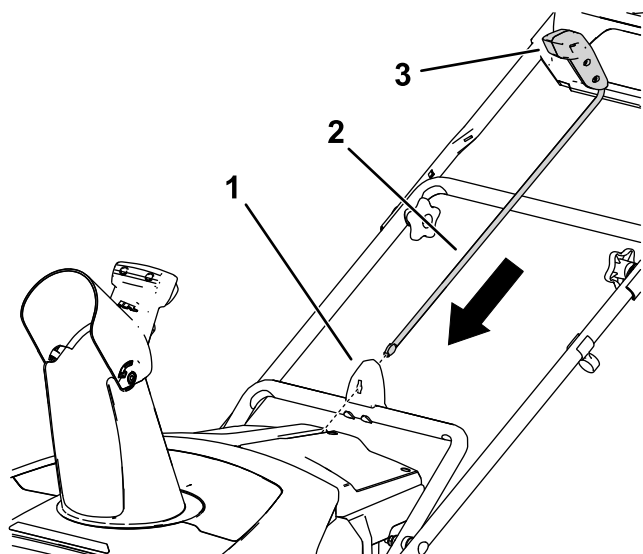

Figure 7
1. Veillez à tourner la goulotte vers l'avant de la machine (Figure 7).
2. La poignée étant dirigée vers l'avant, insérez la tige d'orientation de la goulotte dans le guide et enfoncez-la jusqu'à ce qu'elle s'enclenche en place (Figure 7).